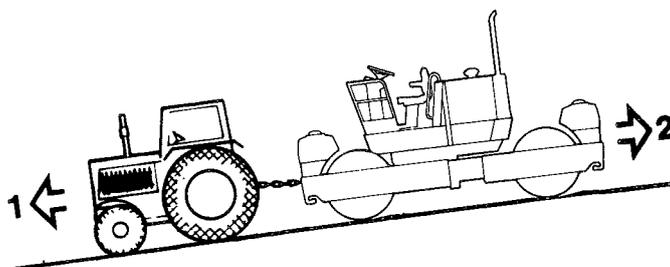

Fig. 20
- ⚠ BLOCCARE I TAMBURI PER EVITARE CHE IL RULLO SI METTA IN MOVIMENTO DOPO AVER AZIONATO LA LEVA (3).
- Rimuovere la vite (2) della valvola di innaffiamento (1) e tirare la leva (3) verso l'alto.
- ⚠ IN CASO DI TRAINO IN DISCESA CONTROFRENARE IL RULLO COME MOSTRA LA FIG. 20.